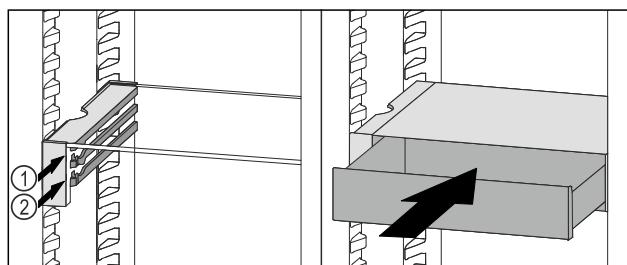

Fig. 246
- Placera VarioSafe-lådan bakom stoppklackarna på önskad list Fig. 246 (1) eller Fig. 246 (2).